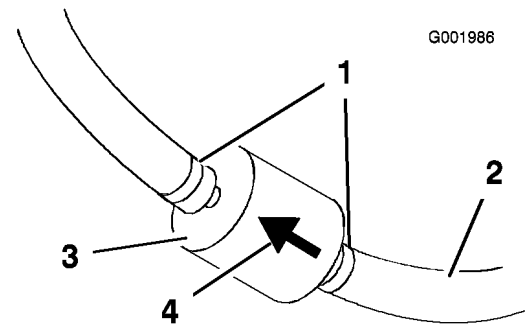

図 53
5. 古いフィルタのクランプをゆるめて脇に寄せる (図 53)。